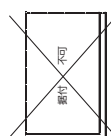

図 18 隣り合う 2 面の有効吸込面積が 0 の場合は、設置不可
① 有効吸込面積 [S1] が必要吸込面積 [S1] より大きい。
② 隣り合う 2 面の面積 (S12, S23, S34, S41) の内、最小の値が [S1] の 25% 以上あること。(図 18, 19 参照)